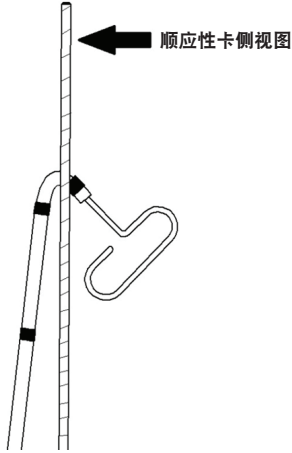

图 1 成形配置
- 放置远侧末端标记带，使弯曲位于蒸汽槽底部和内侧。（参见图 1）